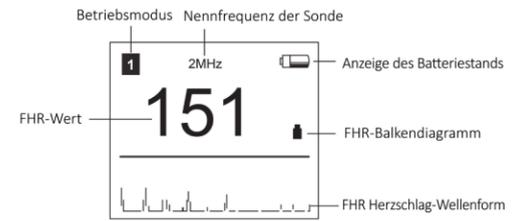

Abb. 3-4 LCD-Display
① Schalten Sie das Gerät durch Drücken der Einschalttaste ein. Das LCD-Display erscheint wie in **Abb. 3-4**.
② Ermitteln Sie die Position des Fetus: